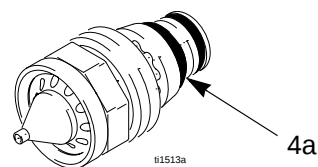

Fig. 19. Munstyckets ledande o-ring
5. Se till att metallkontakten (C) i huset, munstyckets kontaktring (4a, Fig. 19) och elektrodkontakten (E) är rena och oskadade.